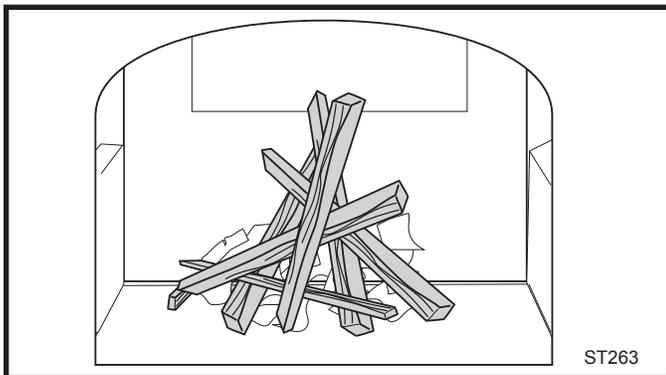

Fig. 36 Allumez le feu avec le papier et le bois d'allumage.
2. Mettez plusieurs feuilles de papier chiffonnées dans le poêle. Placez sur le papier, six ou huit morceaux de bois d'allumage fin et sec. Sur cette couche de bois, rajoutez deux ou trois gros morceaux de bois sec d'environ 25 à 51 mm (1 à 2 po) d'épaisseur. (Fig. 36)